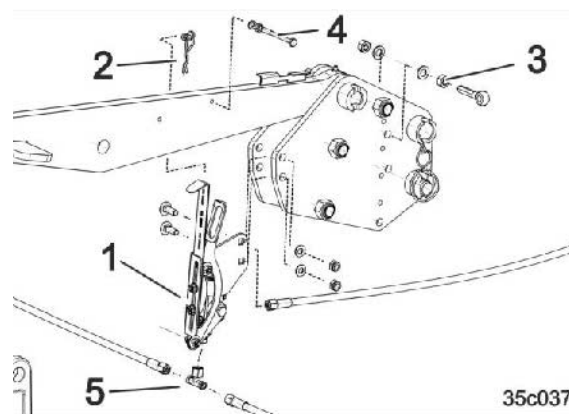

Fig. 83
6. Tag hydraulikslangen af på det monterede T-tilslutningsstykke (Fig. 83/5).
7. Skru den formonterede ventilholder (Fig. 83/1) på.
8. Forbind hydraulikslangerne med det nye T-tilslutningsstykke på ventilen (Fig. 83/5).
9. Fastgør det hvide trækkabel på fangkrogen (Fig. 83/2) med kabeløjet.
10. Monter øjeskruen som kabelføring (Fig. 83/3).
11. Monter aktiveringsskruen på topstangen (Fig. 83/4).